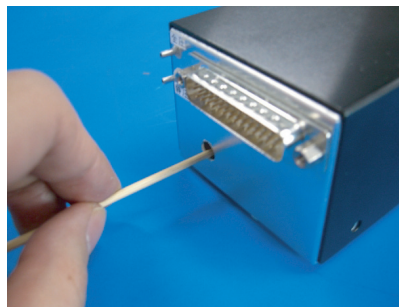

図 2.17: システムスイッチの押し方
- 図 2.17 に示すように，穴の中のスイッチ (システムスイッチ) を，先端が丸い細い棒を使って軽く押します (軽いクリック感があります)．つまようじの手元側 (先が尖っていない方) などを使うと良いでしょう．